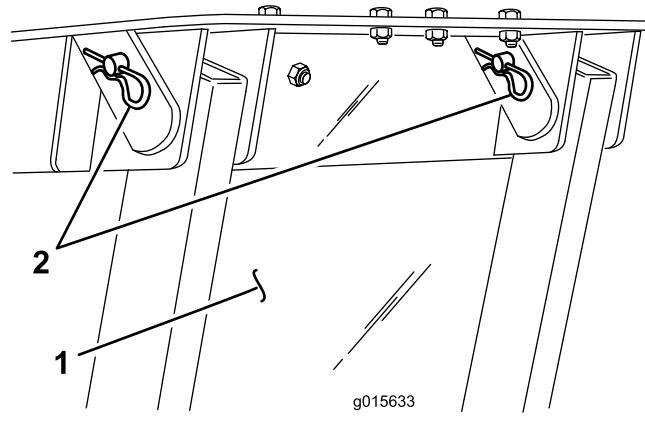

図 20
4. ホッパーをフレームに固定する溶接ピン2本とヘアピンコッターを使用図20。
3. ホッパー・カバーを後ろにしてホッパー・アセンブリをサイドフレームにセットし、ホッパーについている取り付け穴をフレームの穴に合わせる図20。